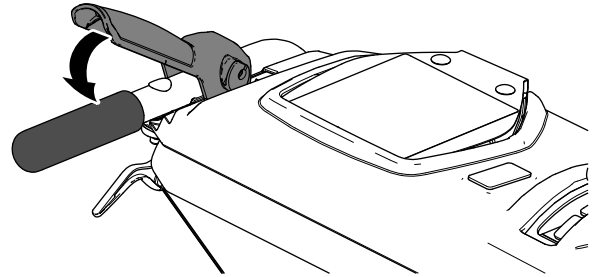

Figura 14
- Apriete lentamente la palanca de tracción hacia la empuñadura izquierda (Figura 14).